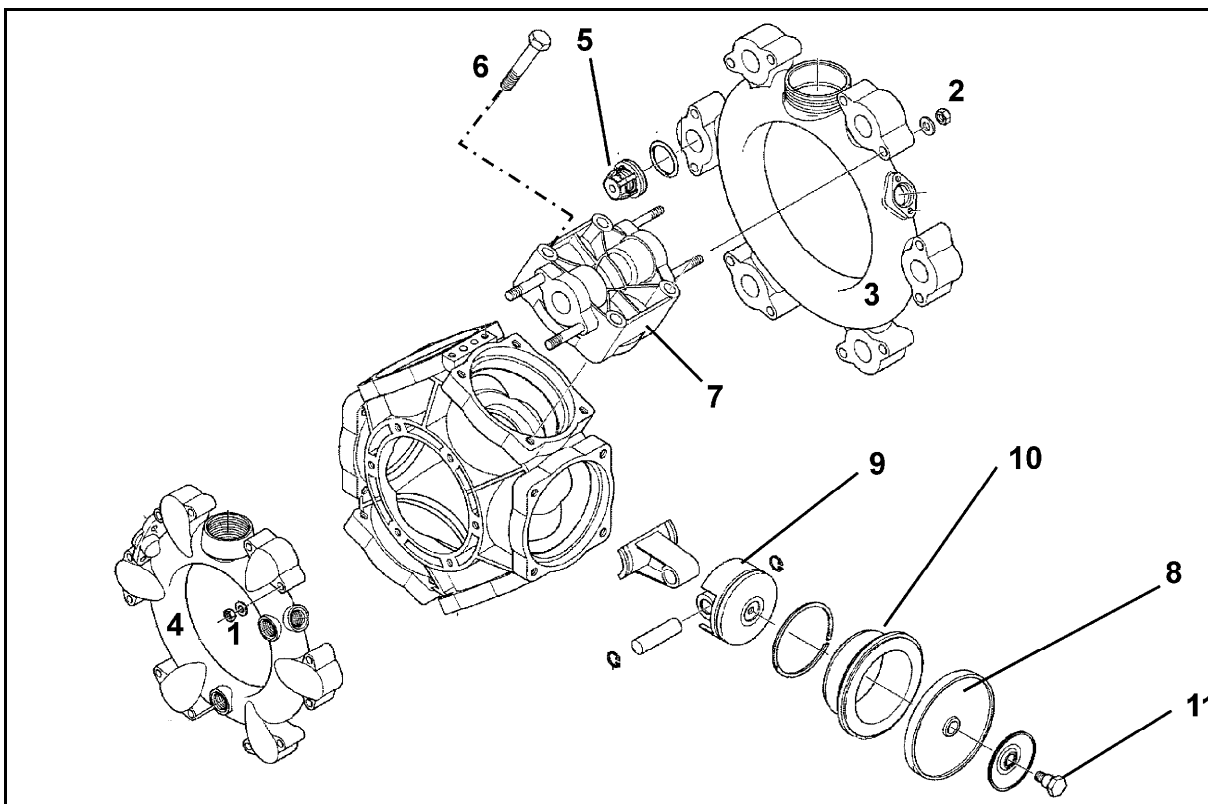

Fig. 176
- Det kontrolleres, at stempelmembranerne (Fig. 176/8) fungerer upåklageligt mindst en gang årligt ved at afmontere dem.
- Læg mærke til, hvordan ventilerne på suge- og tryksiden er monteret, inden ventilgrupperne (Fig. 176/5) afmonteres.
- Alle stempelmembraner skal principielt skiftes (Fig. 176/8) også hvis kun en stempelmembran er brækket, porøs eller ødelagt.
2. Løsn møtrikker (Fig. 176/1, 2).
3. Suge- og trykrør (Fig. 176/3 og Fig. 176/4) afmonteres.
4. Ventilgruppen (Fig. 176/5) afmonteres.
5. Boltene (Fig. 176/6) fjernes.
6. Cylinderhovedet (Fig. 176/7) afmonteres.
7. Stempelmembranerne (Fig. 176/8) kontrolleres.
- Stempelmembranerne (Fig. 176/8) fastgøres til stemplet (Fig. 176/9) med holdeskive og skrue (Fig. 176/11), så kanten peger på siden af cylinderhovedet (Fig. 176/7).
- Møtrikkerne (Fig. 176/1,2) skal strammes over kors med den anførte tilspændingsværdi. Hvis møtrikkerne ikke er spændt korrekt, bevirker det, at pumpen bliver utæt
1. Skruen (Fig. 176/11) løsnes og stempelmembranen (Fig. 176/8) afmonteres sammen med holdeskiven (Fig. 176/9) fra stemplet.
3. Cylinderen (Fig. 176/10) i pumpehuset afmonteres.
6. Cylinderen (Fig. 176/10) sættes atter i pumpehuset.
7. Stempelmembranerne (Fig. 176/8) monteres.
8. Cylinderhovedet (Fig. 176/7) monteres på pumpehuset og skruerne (Fig. 176/6) spændes ens over kors.
9. Efter at ventilgruppen (Fig. 176/5) er kontrolleret og rengjort, monteres ventilgruppen igen.
11. Suge- (Fig. 176/3) og trykkanal (Fig. 176/4) monteres på pumpehuset.
12. Møtrikkerne (Fig. 176/1,2) spændes over kors med en tilspændingsværdi på **11 Nm**.